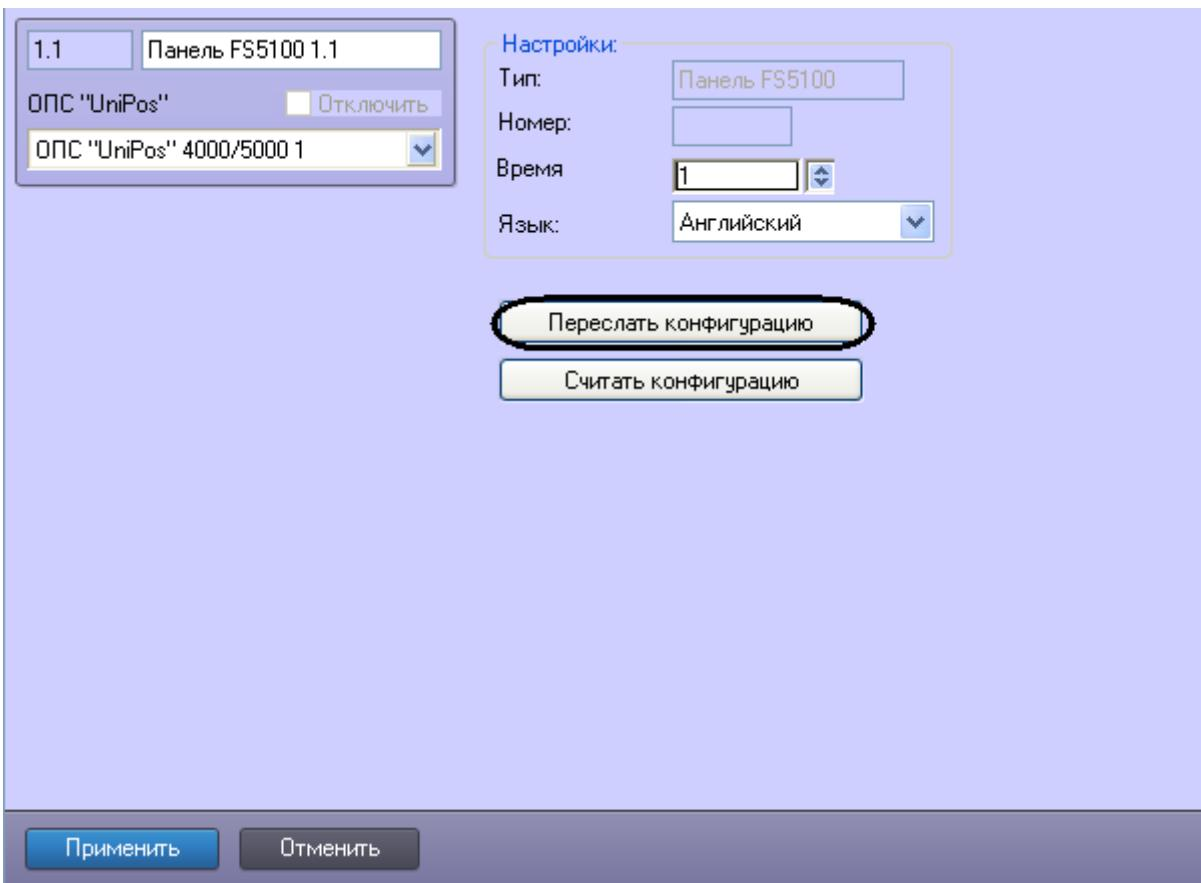

Рис. 3.7—1 Пересылка конфигурации в устройства ОПС Unipos 4000/5000
1. Перейти на соответствующую панель настроек объекта **Панель FS5100/5200** (Рис. 3.7—1).
2. Для пересылки конфигурации в устройства ОПС Unipos 4000/5000 необходимо нажать кнопку **Переслать конфигурацию** (см. Рис. 3.7—1).